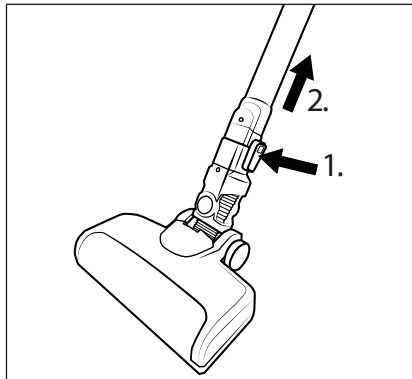

Fig. 12
- ◆ Para desmontar el cepillo para suelos **22** del tubo de aspiración **24**, mantenga pulsado el botón de desencastre del cepillo para suelos **23** y tire del tubo de aspiración **24** para extraerlo del cepillo para suelos **22** (consulte la fig. 12).